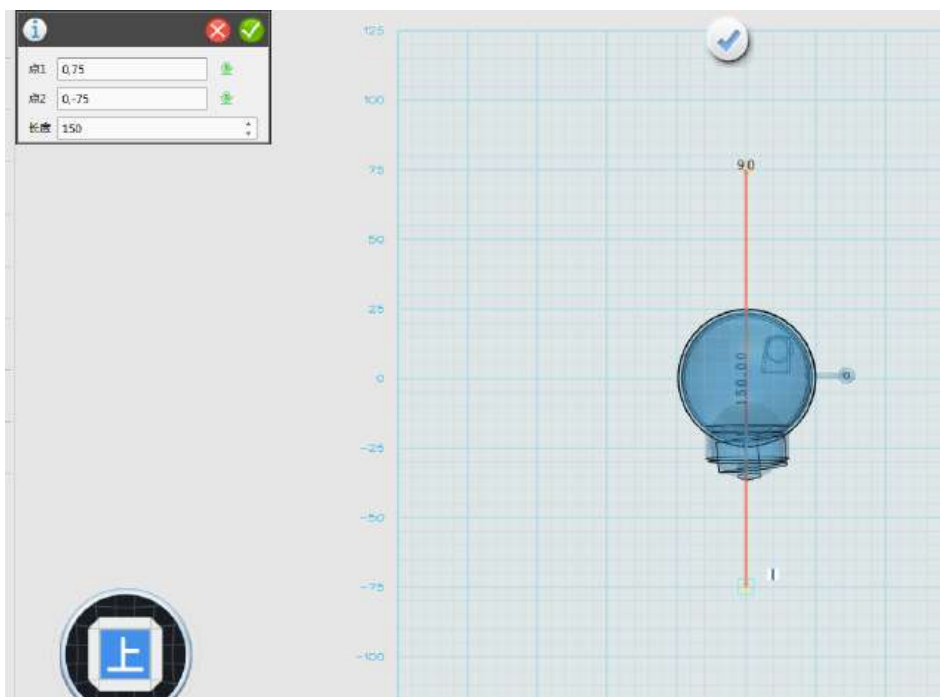

图 1-39
Step 39 点击上视图，选择直线工具，绘制一条如下图 1-39 所示的直线。